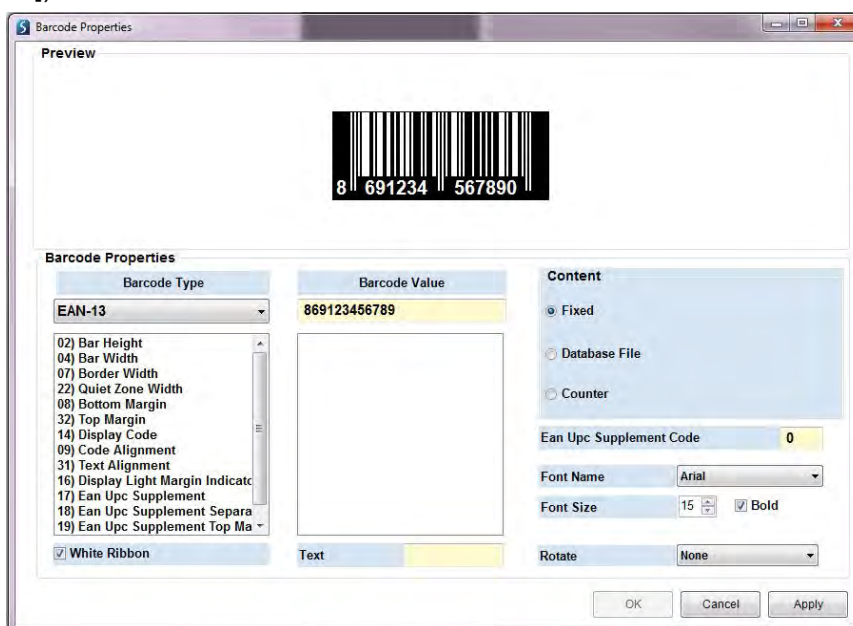

Рис. 4.33. Функция «White Ribbon» («Белый риббон»)
41. **Функция «White Ribbon» («Белый риббон»):** Если используется белый риббон, обязательно поставьте галочку у параметра «White Ribbon». Цвет штрихкода будет инвертирован автоматически. Данная функция полезна, если маркировка наносится на темную запечатываемую поверхность. (См. Рис. 4.33).